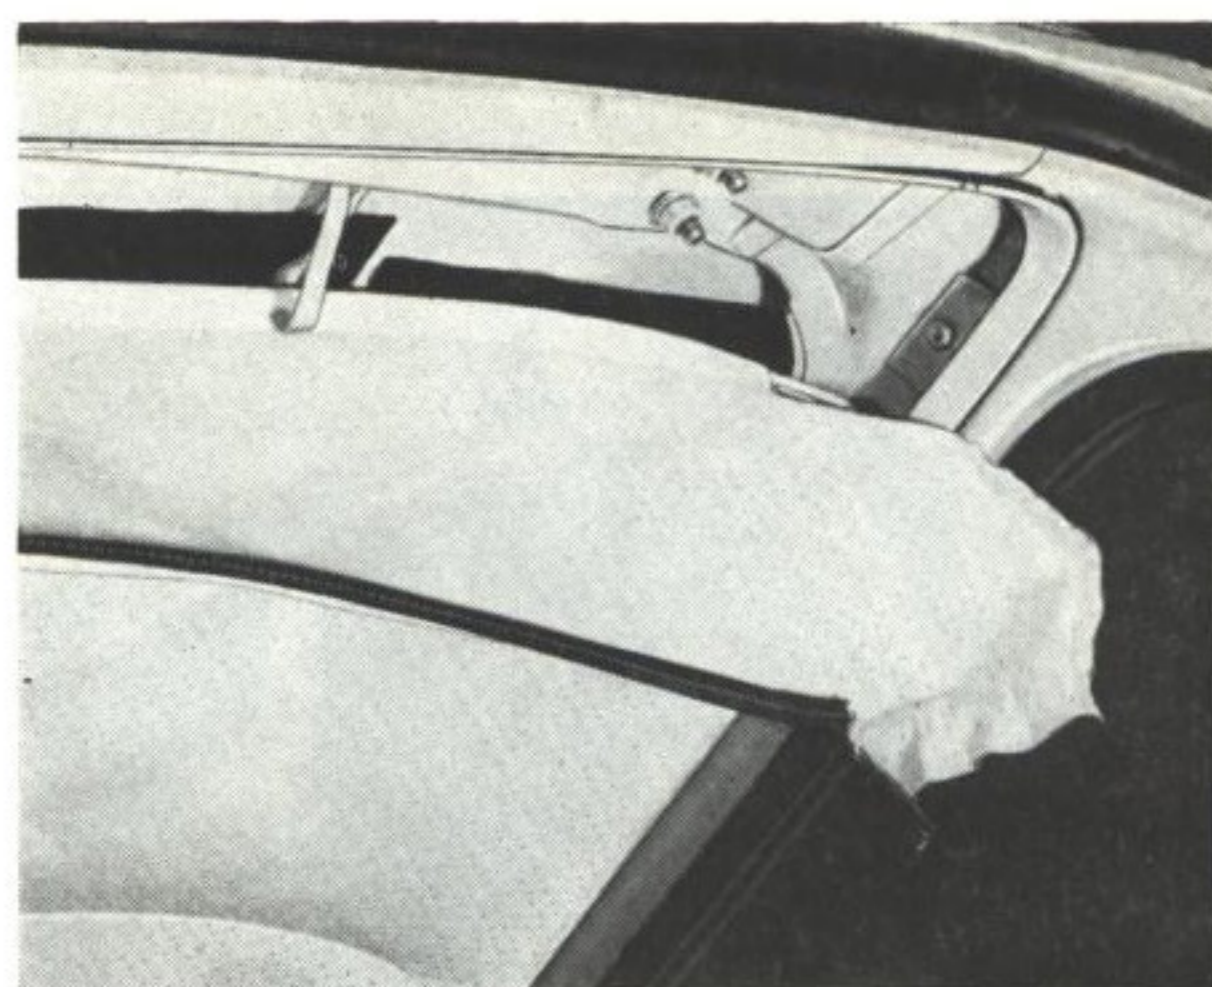

Bild 42. Takklädsel lossas för övre bakluckans gångjärnsmuttrar
3. Drag försiktigt ned takklädseln vid bakkanten med början i bakkantens mitt och fortsatt ut mot hörnen. Vid hörnen böjes hajlisten ut något med en takspade. Klädseln lyfts försiktigt av hajlistens tänder med hjälp av takspaden. Lossa klädseln fram till bakre sprygeln enligt bild 42.